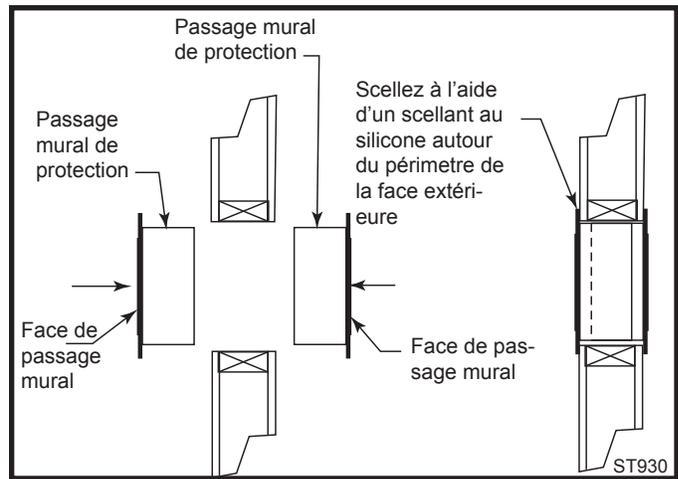

Fig. 40 Passage mural.
5. Lorsque requis, installez le côté extérieur du passage mural (WT) en premier et vissez-le ou clouez-le en place. (Fig. 40) Scellez autour du périmètre de la plaque de passage mural sur le mur extérieur en utilisant un scellant en silicone afin de vous protéger contre de possibles infiltrations d'eau. (Fig.40)
7. Si un passage mural est utilisé, poussez le tuyau (qui doit être connecté à l'appareil) délicatement à travers le passage mural jusqu'à ce que le tuyau de type TEMPÉRATURE DIRECTE soit complètement engagé avec la sortie d'échappement pour la ventilation horizontale. Si vous n'utilisez pas le passage mural, placez la plaque de finition (TP) sur le tuyau de type TEMPÉRATURE DIRECTE. Poussez délicatement le tuyau de type TEMPÉRATURE DIRECTE à travers le mur jusqu'à ce qu'il soit complètement engagé avec la sortie d'échappement pour la ventilation horizontale. Fixez la plaque de finition au mur.
**NOTA :** Si une montée verticale est nécessaire du côté extérieur du bâtiment, une sortie de type périscope de 14" (356 mm) ou 36" (914 mm) est requise. Suivez les procédures d'installation pour les sorties d'échappement de ventilation horizontale. Si une sortie d'échappement de type périscope doit être installée sous le niveau du sol, un puit de fenêtre avec un drainage adéquat et respectant les codes locaux est recommandé. Laissez 2" (51 mm) de dégagement sous la sortie d'échappement de type périscope pour prévenir toute infiltration d'eau. Ne pas enfermer ce type de sortie dans un mur au tout autre espace fermé et **ne jamais le remplir**. Assurez-vous que la pente du terrain s'éloigne du bâtiment. (Fig.40)